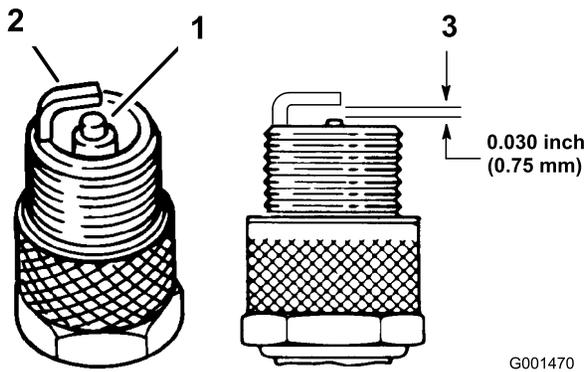

Рисунок 50
1. Осмотрите середину каждой свечи зажигания (Рисунок 50). Если вы видите на изоляторе светло-коричневый или серый налет, то двигатель работает должным образом. Черный налет на изоляторе обычно означает, что загрязнен воздухоочиститель.
2. Проверьте зазор между центральным и боковым электродами (Рисунок 50). Если зазор неправильный, отогните боковой электрод (Рисунок 50).
3. Присоедините провода к свечам зажигания (Рисунок 50).